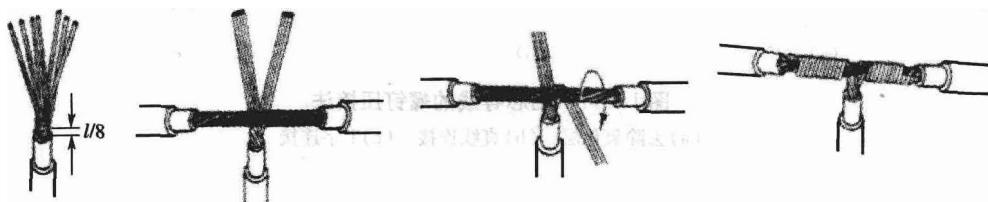

图 1-1-15 7股芯线的 T 字分支连接
④7股芯线的T字分支连接方法:先将分支芯线线头的 $1/8$ 处根部绞紧;再将其余部分的7股芯线分成两组;接着用螺丝刀将干线芯线撬分成两组,把支线中的4股芯线组插入干线的两组芯线间;然后将3股芯线组往干线一边按顺时针紧缠3~4圈并剪平切口;最后将4股芯线组按逆时针紧缠4~5圈并剪去两端的多余部分,如图1-1-15所示。